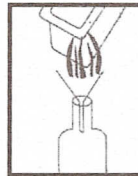

Fig. 7
1. Assurez-vous que l'huile a refroidit (environ 2 heures) et ensuite videz l'huile du réservoir d'huile dans un autre contenant ou bouteille. (Fig. 7)